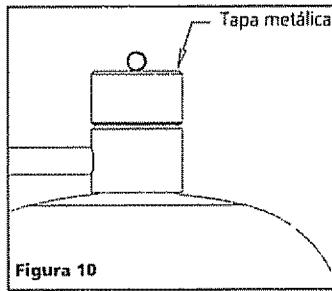

Figura 10
- Nota: El modelo MXS21001 no tiene el mango en T; en su lugar, tiene un tornillo en la tapa metálica (ver figura 10).